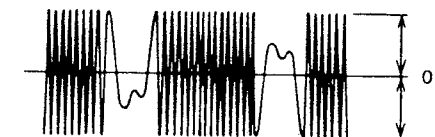

Fig. 4-9
4. Adjust VR1 so tracking error signals at TP-4's TE1 shows such a waveform as shown in Fig. 4-9.
4. TP-4のTE1のトラッキング・エラー信号波形(図4-9)が0Vを中心に振れる様にVR1を調整する。